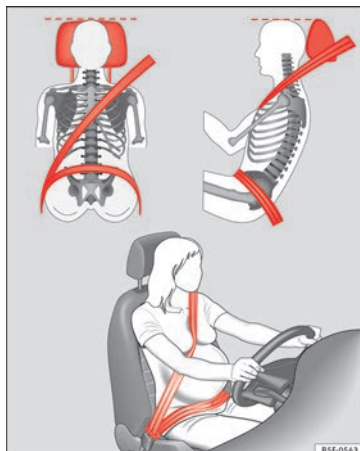

Fig. 55 Ajustement recommandé de la sangle de ceinture de sécurité pour les femmes enceintes.
- La sangle baudrier de la ceinture de sécurité doit passer au milieu de l'épaule, jamais sur le cou. La ceinture de sécurité doit s'appliquer bien à plat sur le buste et l'enserrer fermement » fig. 55.
doit s'appliquer bien à plat sur le bassin et l'enserrer fermement » fig. 55. Le cas échéant, resserrez légèrement la sangle.